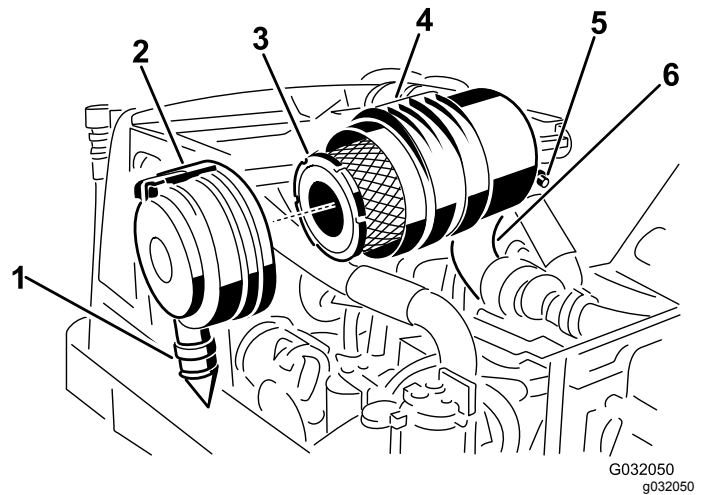

Figure 46
2. Déposez le préfiltre (Figure 46).
3. Remplacez le préfiltre (Figure 46).
positions 5:00 et 7:00 heures vu de l'extrémité, puis verrouillez-le en place (Figure 46).